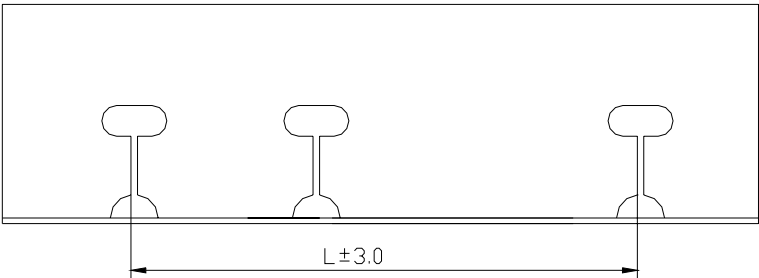

图 4 肋板的切割精度
5.5.3 肋板切口间距切割精度(以 10m 计算)：肋板两端纵骨孔的距离  $\pm 3.0\text{mm}$ ，极限  $\pm 4.0\text{mm}$ ，如图 4 所示。